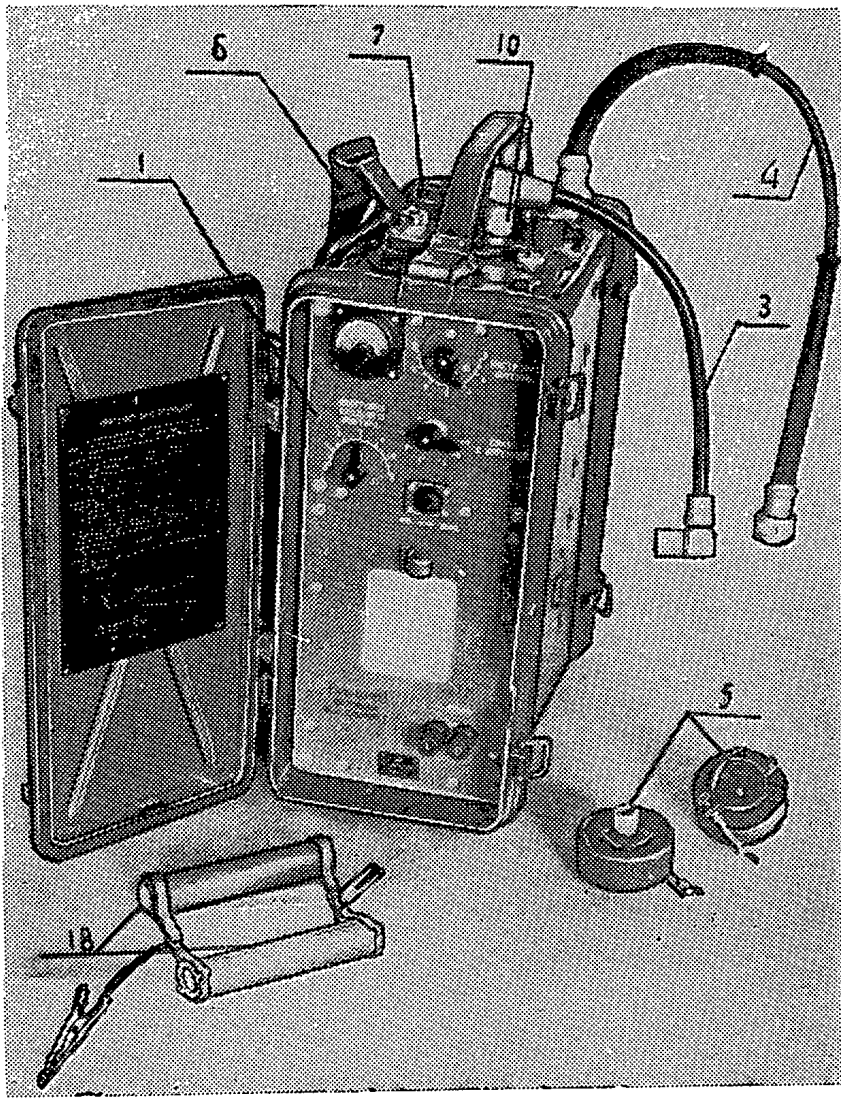
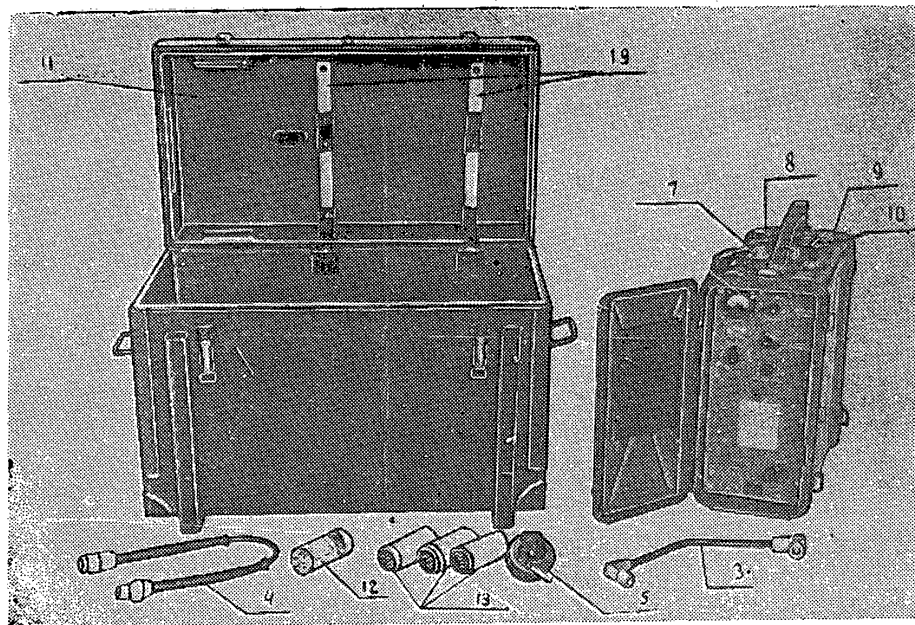

Рис. 1. Действующий комплект усилителя мощности.
Рис. 2. Промышленный комплект.
14. Действующий комплект усилителя мощности показан на рис. 1. Он включает следующие основные элементы:
- б) передняя панель с блоком высокой частоты и блоком вибропреобразователя (1);
- в) высокочастотный кабель с двумя фишками (3);
- г) низкочастотный кабель с двумя гарнитурными фишками (4);
- д) две переходные муфты (5);
- е) ремни для переноски усилителя мощности (6);
- ж) эквивалент антенны (18).
15. Запасное и вспомогательное имущество показано на рис. 2. Оно включает следующие элементы:
- а) укладочный ящик (11);
- б) лампу типа ГУ-50 (12);
- в) три вибратора типа ВС-12 (13);
- г) переходную муфту (5);
- д) высокочастотный кабель с двумя фишками (3).
Общий вид усилителя мощности показан на рис. 1.